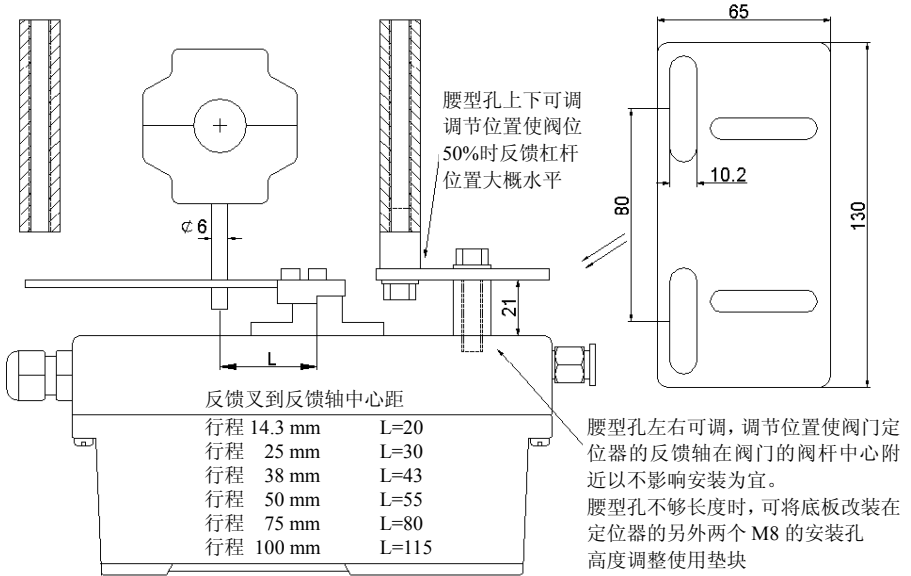

图 5 直行程阀门的安装图
直行程气动执行机构通常使用反馈杠杆将直线行程转换为角度，供传感器测量。反馈杠杆上有 6.2mm 宽的槽，连接到阀杆上的 $\phi 6\text{mm}$ 的拨杆可以插到其中，当阀门运动时，带动反馈杠杆转动，将直线行程转换为角度，供传感器测量。阀杆上的 $\phi 6\text{mm}$ 的拨杆到定位器转动轴的长度决定了阀门全行程的角度，长度越短，反馈角度越大；为了保证定位器的精度，在安装位置许可下，建议反馈角度为 40-50 度最佳。图 5 中列出了不同的行程规格下，反馈叉到反馈轴的最佳距离 L，反馈杠杆上标有刻度，可以方便调节。
- 2、将 $\varnothing 6\text{mm}$ 的拨杆插入反馈杆对应的刻度处, 阀门行程与反馈叉到反馈轴中心距对应关系见图 5。